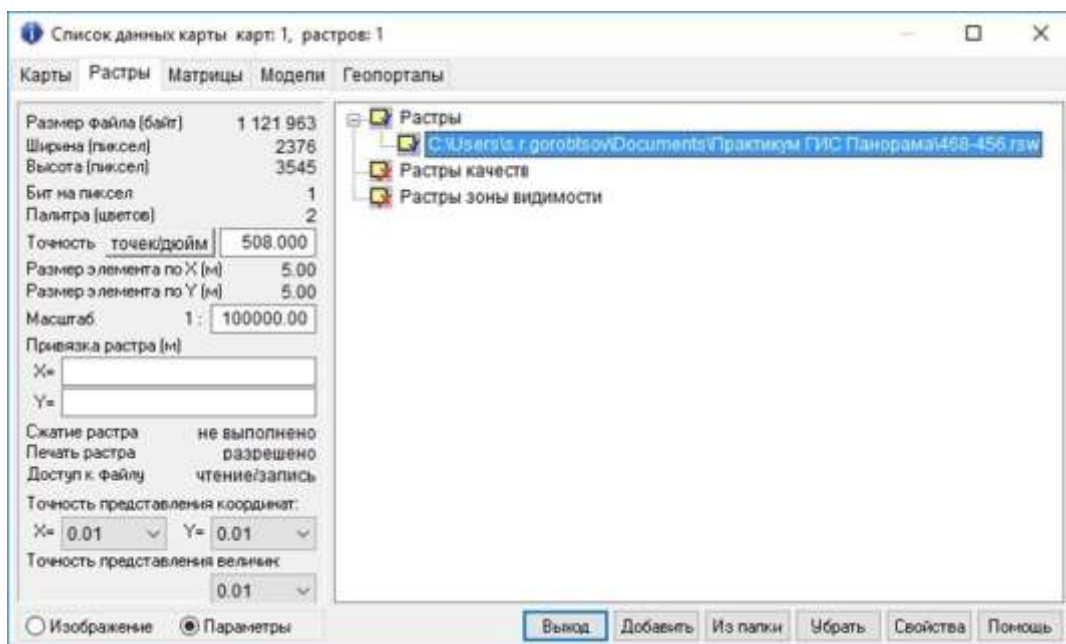

Рис. 6. Пример диалога при заполнении значений параметров
9. Для совмещения растрового изображения и рамки выбрать команду в меню Вид/Список растров. В появившейся таблице должна быть активизирована строка, указывающая путь к растровому изображению. Активизировать кнопку **Параметры** (рис.6). В левой части таблицы внести:
Затем нажать кнопку **Выход** (рис. 6).